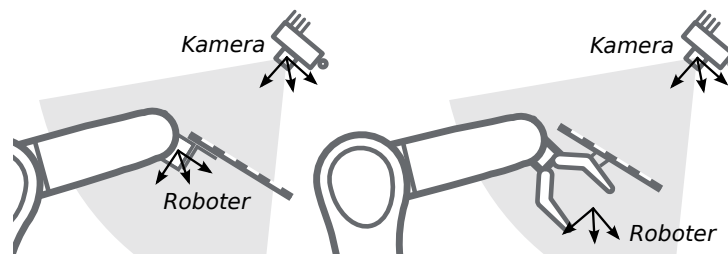

Abb. 6.23: Alternative Montageoptionen für die Befestigung des Kalibrieramusters am Roboter
6.22 und Abb. 6.23 angegeben, angebracht werden.
**Bemerkung:** Für das Modul zur Hand-Auge-Kalibrierung spielt es keine Rolle, wie das Kalibriermuster in Bezug auf das benutzerdefinierte *Roboter*-Koordinatensystem genau angebracht und positioniert wird. Das bedeutet, dass die relative Positionierung des Kalibrierusters zu diesem Koordinatensystem weder bekannt sein muss, noch für die Kalibrierroutine relevant ist (siehe in Abb. 6.23).